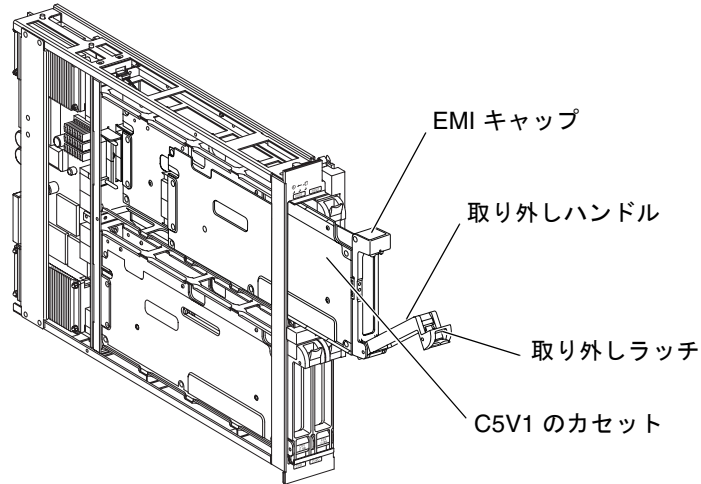

図 9-2 PCI カセットの取り外し
6. カセットの正面上部にある取り外しラッチを押し下げて、取り外しハンドル (図 9-2) を外し、カセットを慎重に取り出します。